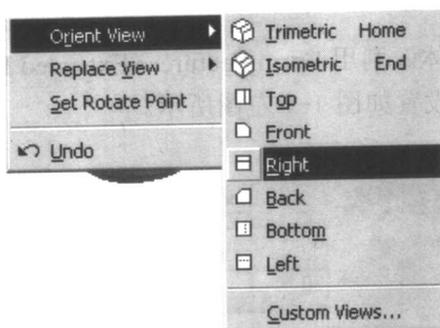

图 1-9 更改视图
(1) 利用鼠标右键把视图更改为右视图，操作方法如图 1-9 所示。